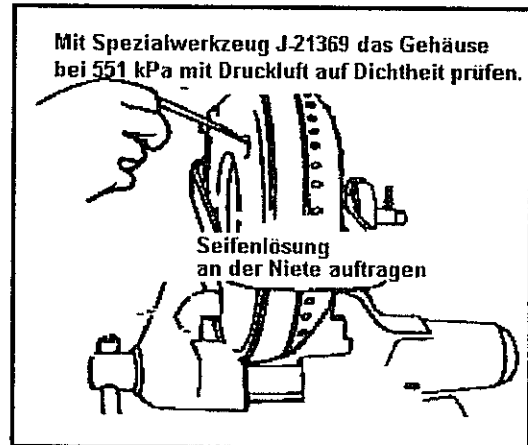

Abb. 10-9 Druckprüfung auf Dichtheit des Drehmomentwandlers
- Den Drehmomentwandler auf Dichtheit prüfen. Hierzu einen Druck von 551 kPa mit Spezialwerkzeug J-21369 anwenden. Siehe Abb. 10-9. Am Nietkopf Seifenlösung auftragen und auf Blasenbildung achten. Ist an dem Nietkopf eine undichte Stelle vorhanden, so muß der Drehmomentwandler ersetzt werden. Die Niete kann nicht ausgebohrt werden, da ein Teil innerhalb des Gehäuses verbleiben würde und unweigerlich den Drehmomentwandler schädigen würde.